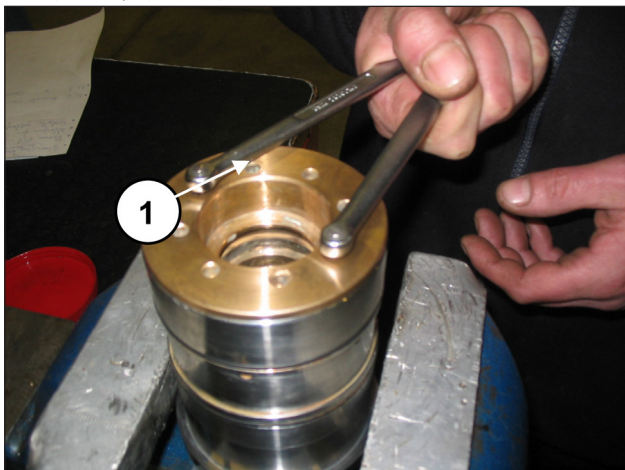
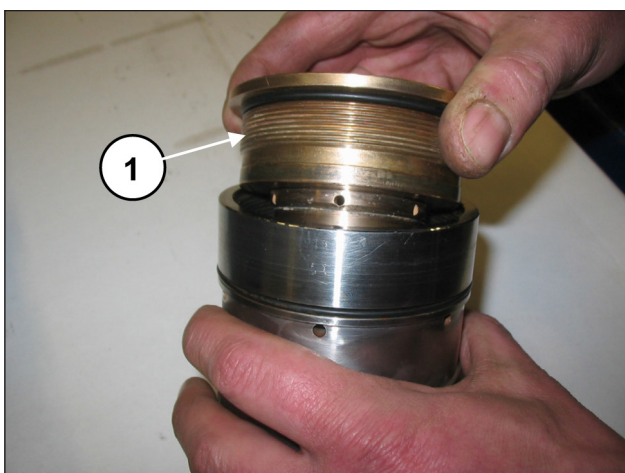

图 145
图 146
使用市场上提供的带有Ø5圆鼻的罗盘扳手（位置①，图 145）将垫圈支架与衬里分开，然后拧下支架直到完全拔出（位置①，图 146）。